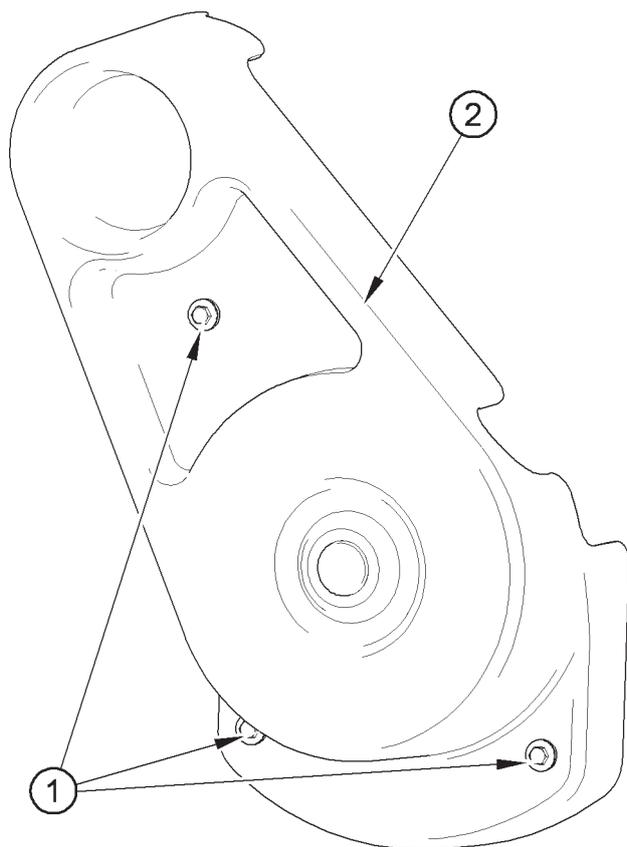

Figura 9
1. Svitare i bulloni (figura 9 voce 1) e rimuovere la protezione (figura 9 voce 2). Dopo aver controllato o regolato la cinghia, rimontare la protezione.